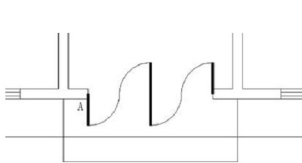

图 2.103 绘制台阶的内侧踏步线
⑦ 在指定下一个点或 [圆弧(A)/半宽(H)/长度(L)/放弃(U)/宽度(W)]: 提示下, 将光标垂直向上拖动, 输入“1500”后按 Enter 键结束命令, 结果如图 2.103 所示。